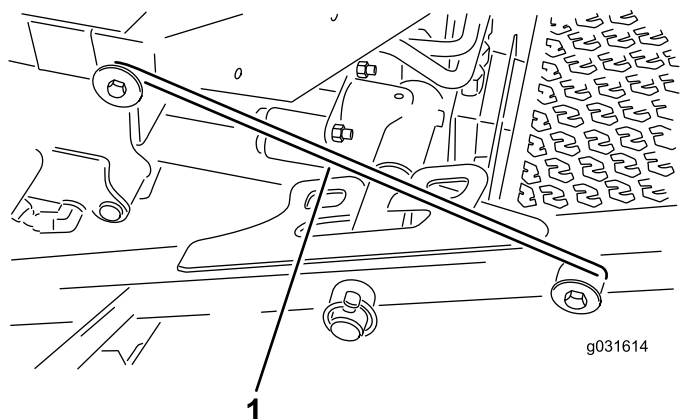

Figura 32
4. Liberare l'asta del dispositivo di sicurezza dal fermo del telaio portante anteriore (Figura 32).
5. Sollevate la parte esterna dei piatti di taglio anteriori e agganciate il dispositivo di sicurezza al perno del telaio presente sulla parte anteriore della piattaforma dell'operatore (Figura 32).